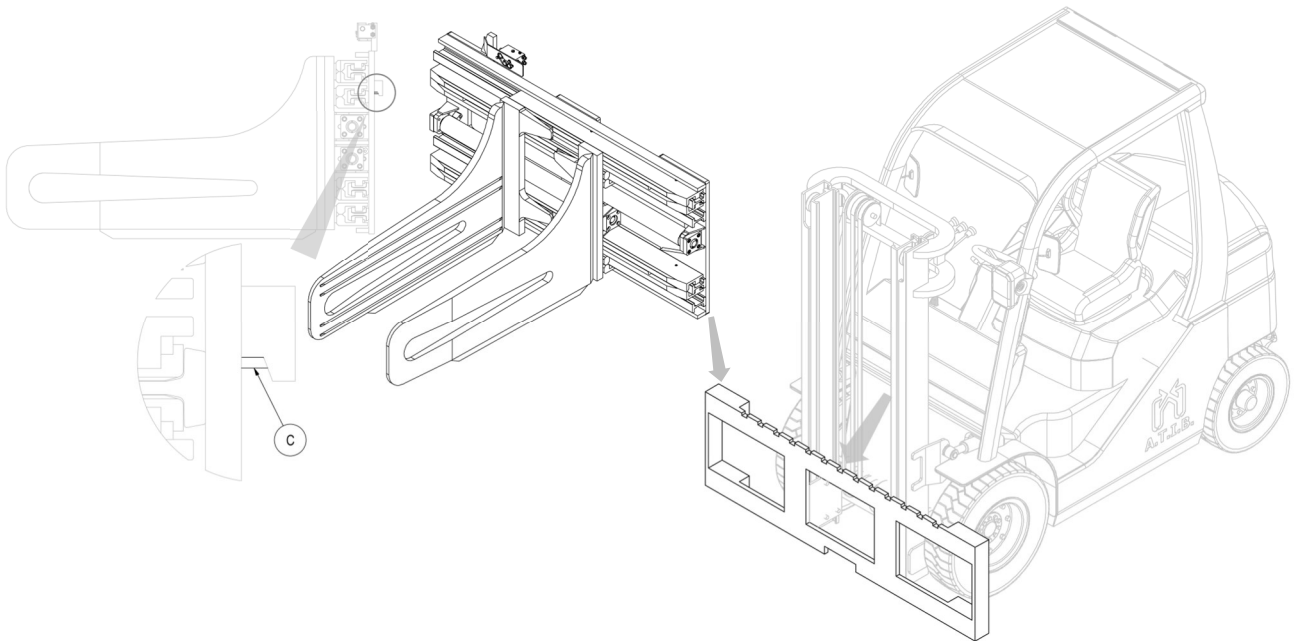

Figure 3
6. Accrocher ensuite l'équipement avec un pont roulant ou un palan d'une portée suffisante et le placer sur le tablier porte-fourches, en prenant soin d'encastrer la dent de centrage **C** dans l'encoche centrale de celle-ci (voir *Figure 3*).